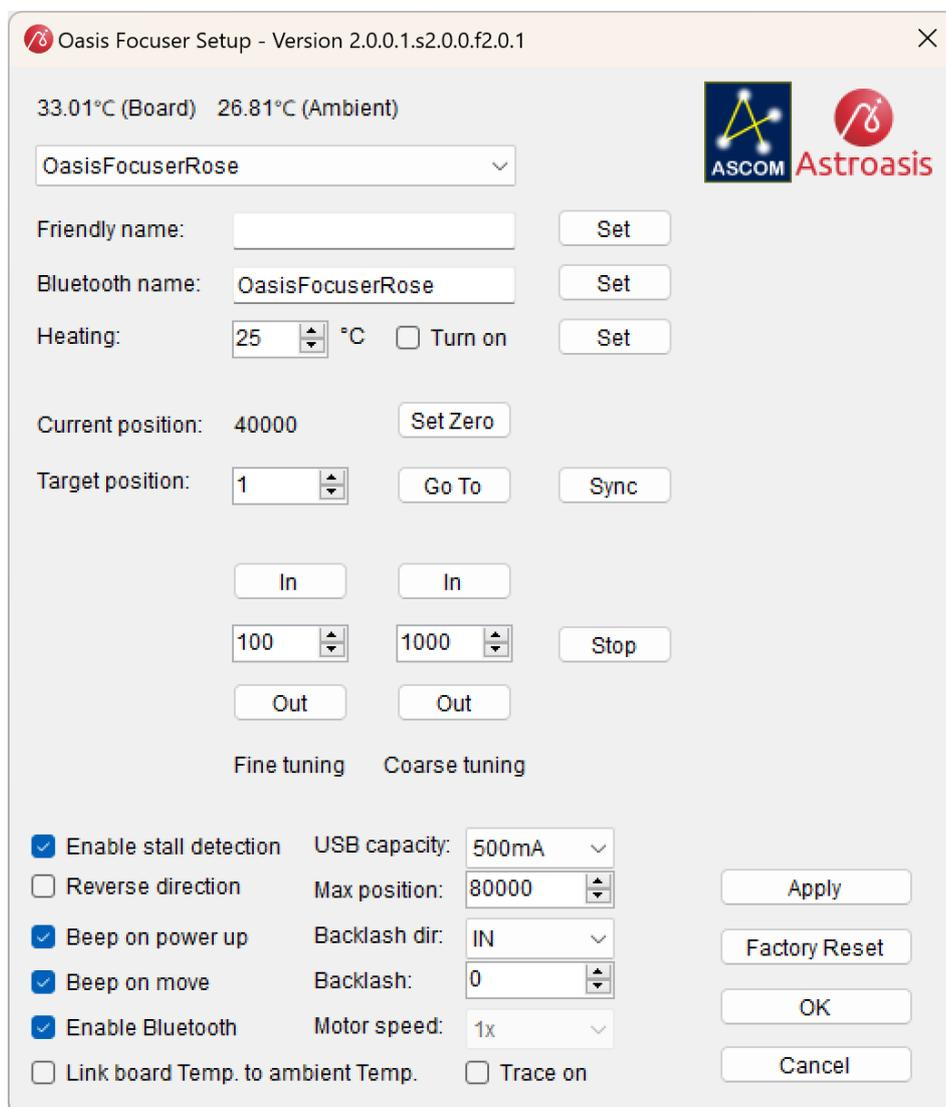

图 5-3
- 5、以 Sequence Generator Pro 为例，ASCOM 驱动安装成功后，应当可以在电调焦下拉选择框中看到“Oasis Focuser”这一项。选择“Oasis Focuser”，然后点击“设置”按钮，会出现如图 5-3 所示的设置界面。在 IN/OUT 输入框中输入移动步数，然后点击 IN 或 OUT，伴随着“嘀”的一声，可以看到望远镜被驱动调焦，另一侧的微速手轮也会随之转动。